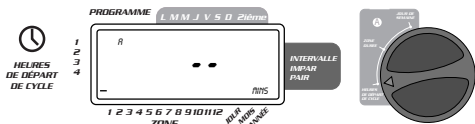

FIGURE 6: Durée station pour programme A.
- Positionner le commutateur sur **STATION/DUREE** dans le programme A ou B. L'affichage indiquera par un "A" ou un "B" le programme sélectionné et les --MINS et le curseur clignotant à la station "1" [voir la Figure 6].